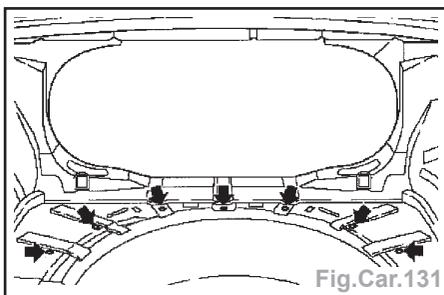

Fig.Car.131
- Percer complètement le plancher par en bas ; faire 7 perçages (Fig.Car.131).
- Riveter le plancher avec 7 rivets étanches à l'eau (Fig.Car.131).